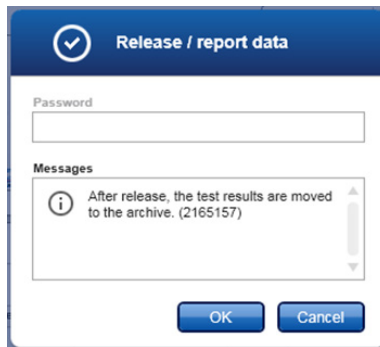

Figure 17. La boîte de dialogue « Release/report data » (Libérer/rapporter les données).
12. Cliquer sur « Release/report data » (Libérer/rapporter les données). La boîte de dialogue « Release/report data » (Libérer/rapporter les données) apparaît, comme illustré dans la Figure 17.